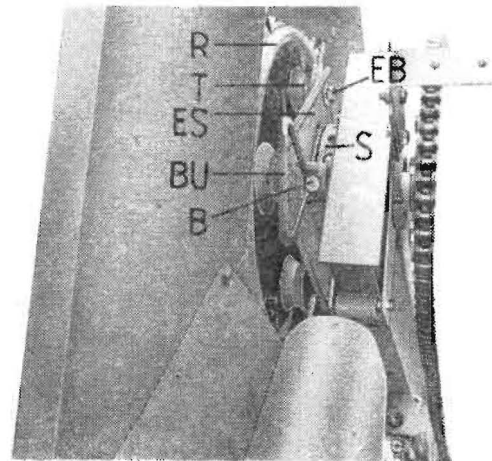

Bild 6/3
Die Tragrollen (T) müssen so montiert sein, daß sie ständig leicht am Ring (R) anliegen (nicht klemmen). Diese Einstellung erfolgt durch Verdrehen der Exzenterbolzen (EB) (Bild 6/3).